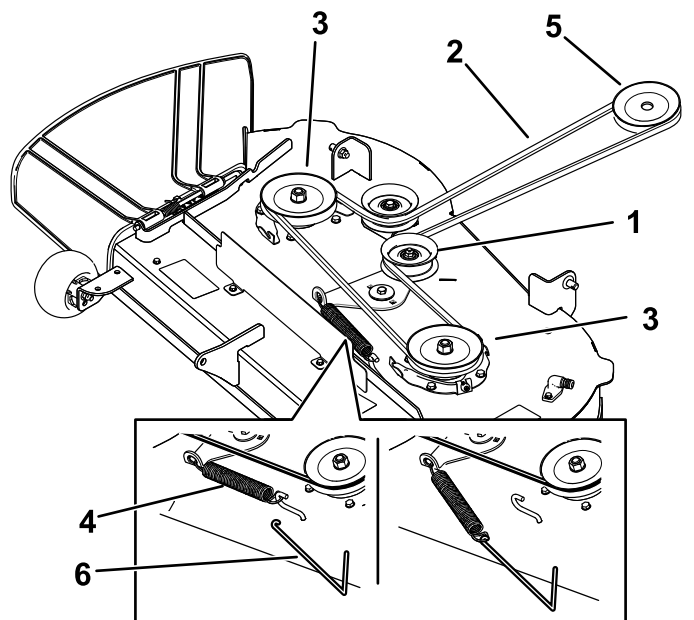
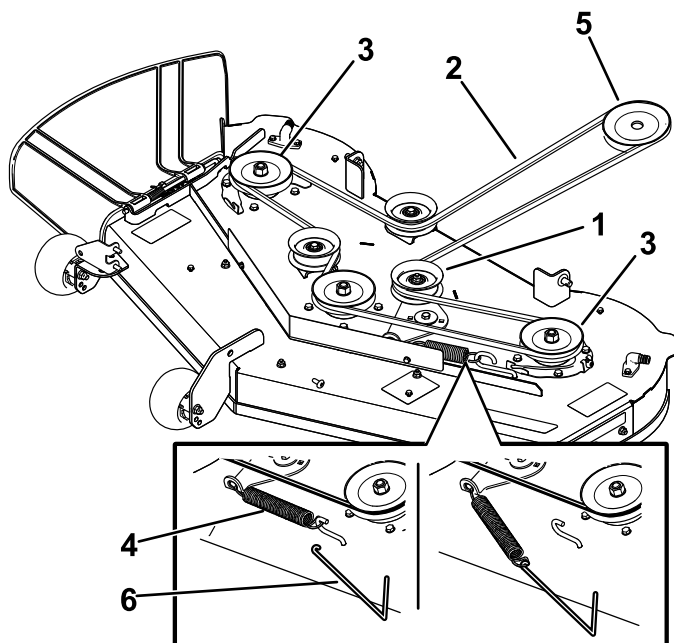

Figura 54
Figura 55
6. Utilizând un instrument de îndepărtare arcuri (nr. piesă Toro 92-5771), îndepărtați arcul rolei de ghidare din cârligul punii pentru a detensiona fuția rolei de ghidare și îndepărtați cureaua de pe fuții (Figura 54 sau Figura 55).
7. Amplasai cureaua nouă în jurul fuțiilor motorului și ale mainii de tuns iarba (Figura 54 sau Figura 55).
8. Utilizând un instrument de îndepărtare arcuri (nr. piesă Toro 92-5771), montați arcul rolei de ghidare pe cârligul punii și tensionați fuția rolei de ghidare și cureaua mainii de tuns iarba (Figura 54 sau Figura 55).